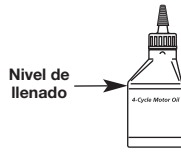

Fig. 28
- Vuelva a cargar el cárter del cigüeñal con 90 ml (3,04 onzas fluidas) de aceite SAE 30 SF, SG, SH (Fig. 28).